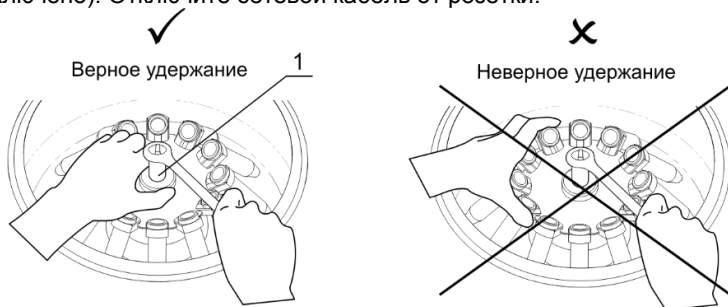

Рисунок 1. Крепление ротора
- Удерживая ротор одной рукой, с помощью прилагаемого ключа для замены ротора (13 мм) открутите гайку фиксации ротора (рис. 1/1) против часовой стрелки.